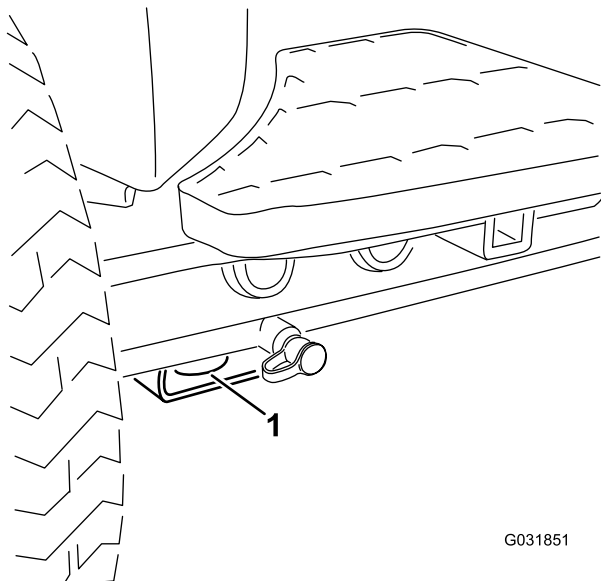

Figura 38
- Anteriore – foro nel supporto rettangolare, sotto il tubo dell'assale, all'interno delle ruote anteriori (Figura 38)